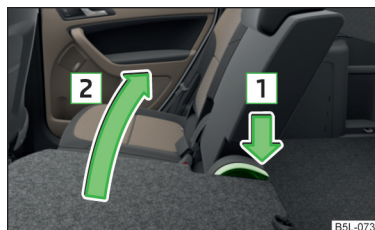

Fig. 73
- > Apăsați maneta în direcția săgeții **1** » fig. 73 și rabatați spătarul scaunului în poziția inițială în direcția săgeții **2**.